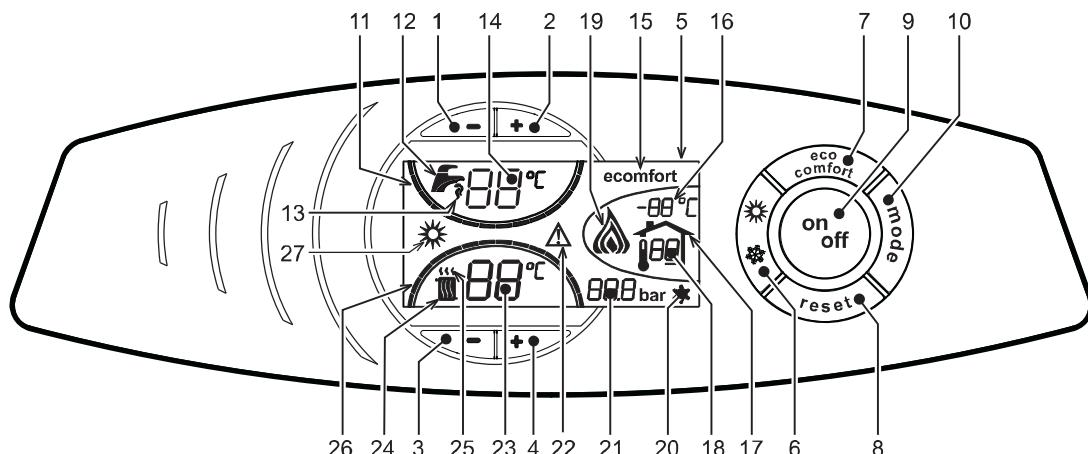
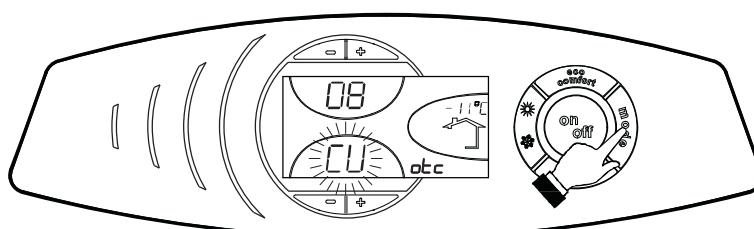

fig. 1 - Controlepaneel
fig. 11 - Kromming stooklijn
Het verzoek om verwarming (door de Omgevingsthermostaat of de Timerafstandsbediening) wordt aangegeven met knipperen van de warme lucht boven de radiator (detail 24 e 25 - fig. 1).
De streepjes die de verwarmingsgraad aangeven (detail 26 - fig. 1) gaan branden naarmate de temperatuur van de verwarmingssensor de ingestelde waarde dichter benaderd.
Het verzoek om sanitair water (naar aanleiding van gebruik van warm sanitair water) wordt aangegeven met knipperen van het warm water onder de kraan (detail 12 en 13 - fig. 1). Controleer of de functie Comfort geactiveerd is (detail 15 - fig. 1).
De streepjes die de temperatuur van het sanitaire water aangeven (detail 11 - fig. 1) gaan branden naarmate de temperatuur van de sensor van het sanitaire water de ingestelde waarde dichter benaderd.
Wanneer verwarming van de boiler actief is (standaard ingesteld) wordt op het display het symbool COMFORT (detail 15 - fig. 1) geactiveerd; wanneer ze is uitgeschakeld is op het display het symbool ECO (detail 15 - fig. 1) geactiveerd.
De gebruiker kan de boiler uitschakelen (modus ECO) door te drukken op de toets (detail 7 - fig. 1). Druk weer op de toets (detail 7 - fig. 1) om de modus COMFORT te activeren.
Druk 1 seconde op de toets (detail 9 - fig. 1).
Druk weer 1 seconde op de toets (detail 9 fig. 1) om de ketel weer aan te zetten.
- Op de toets ON/OFF (9 - fig. 1) drukken.
Op het display wordt het symbool Zomer (detail 27 - fig. 1) actief: de verwarmingsketel levert uitsluitend warm water. Het antivriesysteem blijft actief.
(detail 3 en 4 - fig. 1) om de temperatuur te variëren van minimaal 30 °C tot maximaal 85 °C; wij raden u in elk geval aan de verwarmingsketel niet onder de 45° C te laten werken.
(detail 1 en 2 - fig. 1) om de temperatuur te variëren van minimaal 10°C tot maximaal 65°C.
Wanneer de externe temperatuursonde (optioneel) wordt geïnstalleerd, wordt op het display van het bedieningspaneel (detail 5 - fig. 1) de werkelijke, door de sonde gemeten buitentemperatuur weergegeven. Het regelsysteem van de verwarmingsketel werkt met "Weersafhankelijke Temperatuur". In deze mode wordt de temperatuur van de verwarmingssinstallatie gereguleerd overeenkomstig de externe weersomstandigheden, zodat gedurende het hele jaar verhoogd comfort en energiebesparing wordt gegarandeerd. Namelijk bij toename van de buitentemperatuur wordt de uitgangstemperatuur van de installatie volgens een vastgestelde "compensatiecurve" verlaagd.
Bij regeling met Weersafhankelijke temperatuur wordt de temperatuur die ingesteld is met de verwarmingstoetsen (detail 3 en 4 - fig. 1) de maximum uitgangstemperatuur van de installatie. Aanbevolen wordt om de maximumwaarde in te stellen, zodat het systeem bij het regelen gebruik kan maken van het gehele functioneringsbereik.
Door eenmaal op de toets (detail 10 - fig. 1) te drukken wordt de actuele compensatiecurve (fig. 11) weergegeven, die gewijzigd kan worden met de toetsen voor sanitair water (detail 1 en 2 - fig. 1).
Door te drukken op de verwarmingstoetsen (detail 3 en 4 - fig. 1) wordt er toegang verkregen tot parallelle verplaatsing van de curven (fig. 14), die gewijzigd kan worden met de toetsen sanitair water (detail 1 en 2 - fig. 1).
Door nogmaals te drukken op de toets (detail 10 - fig. 1) wordt de modus voor parallel verplaatsen van de curven afgesloten.